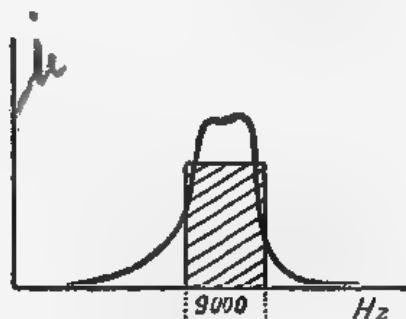

Fig. 112. Bandfilter, die een goede selectiviteit paart aan een goede muziekweergave.
W. — Inderdaad. Maar men kan haar benaderen door bandfilters te gebruiken. De eenvoudigste bandfilters bestaan uit twee zwak gedempte trillingskringen, die allebei nabij de frequentie van de draaggolf zijn afgestemd. Door ze losser of vaster te koppelen, verkrijgt men een min of meer breede resonantie-kromme (fig. 112), waarvan de vorm het ideale benadert.